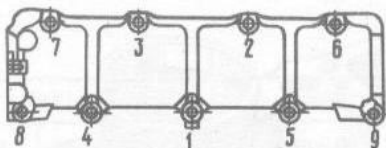
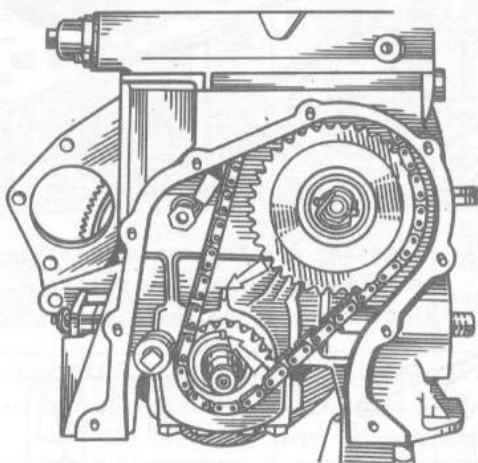
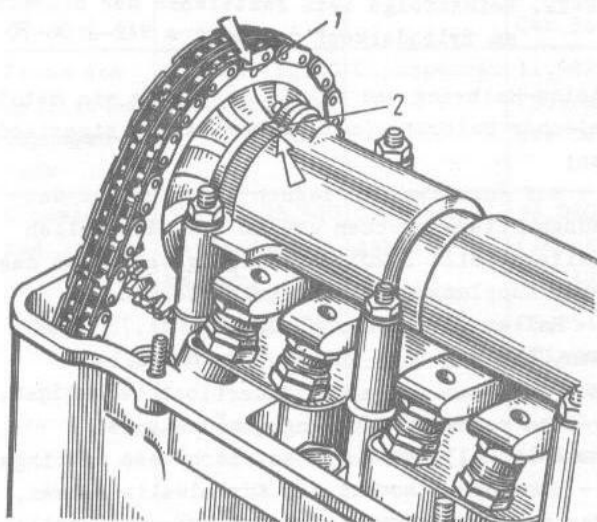

Bild 2-23. Reihenfolge beim Festziehen der Muttern am Lagergehäuse der Nockenwelle
Bild 2-24. Prüfung der Einstellmarke am Kettenrad der Kurbelwelle auf Übereinstimmung mit der Marke am Zylinderblock des Motors VAZ-2106-70
Bild 2-25. Prüfung der Einstellmarke am Kettenrad der Nockenwelle auf Übereinstimmung mit der Marke am Lagergehäuse des Motors VAZ-2106-70:
- Kettenrad auf die mit Lagergehäuse zusammengesetzte Nockenwelle ziehen und die Welle so drehen, daß das Markierzeichen am Kettenrad gegenüber dem Markierzeichen am Lagergehäuse liegt (siehe Bild 2-25). Kettenrad absetzen, ohne Änderung der Lage der Welle das Lagergehäuse auf den Zylinderkopf setzen und Gehäuse befestigen, dabei dessen Muttern in bestimmter Reihenfolge (Bild 2-23) anziehen;
a) Schwungrad so drehen, daß das Markierzeichen am Kettenrad der Kurbelwelle mit dem Markierzeichen am Zylinderblock (Bild 2-24) übereinstimmt;
b) Kette auf Kettenrad der Nockenwelle ziehen und in den Antriebsraum führen, dabei das Kettenrad so anbringen, daß die Einstellmarke 1 (Bild 2-25) an ihm mit der Einstellmarke 2 am Lagergehäuse übereinstimmt. Die Schraube des Kettenrads nicht ganz festziehen;
f) Kurbelwelle in Drehrichtung um zwei Umdrehungen drehen, um die erforderliche Spannung der Kette herzustellen, und prüfen, ob die Einstellmarken am Kettenrad mit den Einstellmarken am Zylinderblock (siehe Bild 2-24) und am Lagergehäuse (siehe Bild 2-25) übereinstimmen;